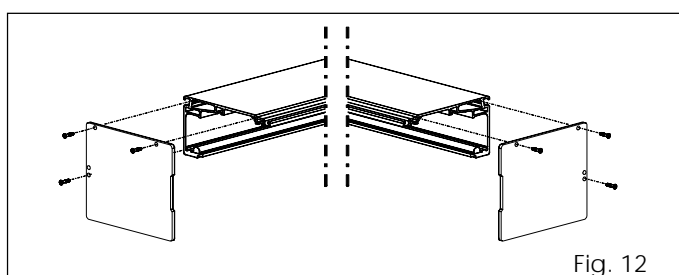

Fig. 12
- Monter les côtés d'après la fig. 12.